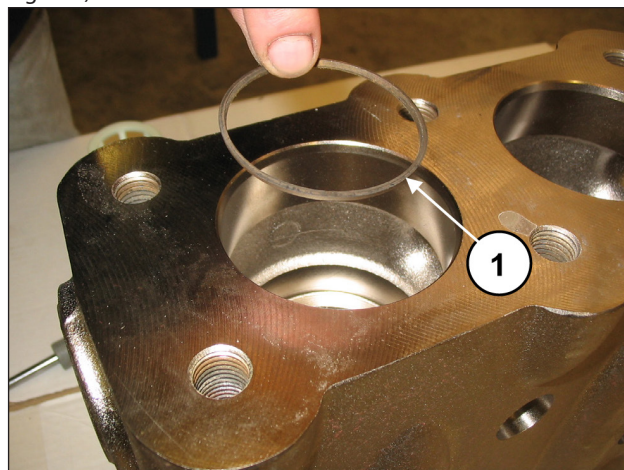

Fig. 119
Inserire l'anello antiestrusione, pos. esploso n. 4 (pos. ①, Fig. 119).